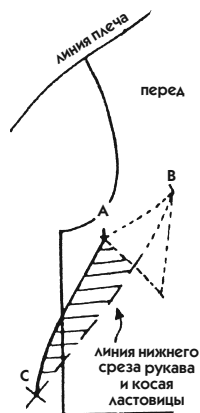

Рис. 699
9. Проведите линию от А до С на просвет по линии надреза (рис. 699).
- Поставьте точку А ластовицы на точку А переда лифа и совместите изогнутую линию ластовицы с линией нижнего среза рукава (см. на рис. 699 заштрихованную часть).